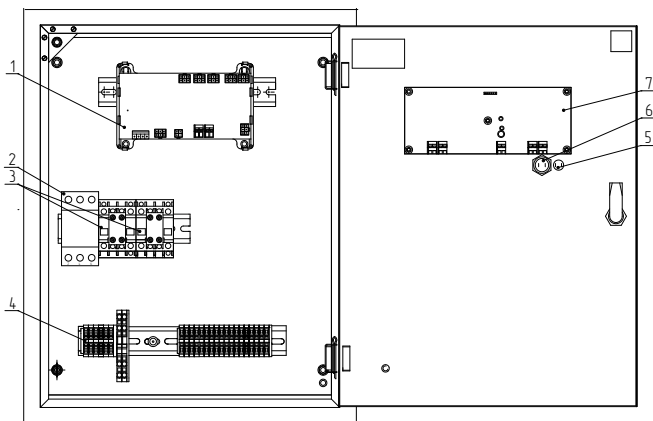

Рисунок 3 – Внутреннее устройство ШУ
1.5.3 Внутри корпуса (Рисунок 3) размещены: